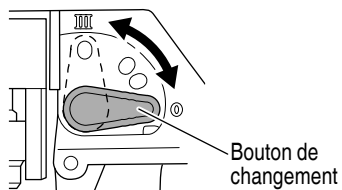

Fig. 6
- (1) La scie sauteuse utilise un fonctionnement orbital qui déplace la lame tout aussi bien d'avant en arrière que de haut en bas. Régler le bouton de changement montré à la Fig. 6 sur "0" pour minimiser le fonctionnement orbital (la lame ne se déplace que de haut en bas). Le fonctionnement orbital peut être sélectionné en quatre étapes de "0" à "III".